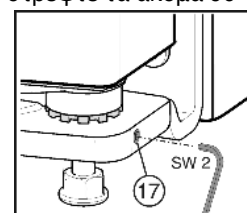

Fig. 12
- ▶ Ξεβιδώστε ελαφρά τον πείρο με σπειρώμα Fig. 12 (17) (το πολύ μία στροφή!).
- ▶ Σφίξτε και πάλι τον πείρο με σπείρωμα Fig. 12 (17) για να στερεώσετε τον πείρο.